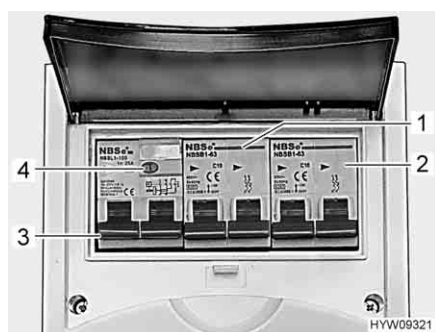

Fig. 100 Interruttore di sicurezza e interruttore automatico FI (scatola dei fusibili a 230 V)
Un interruttore di sicurezza per correnti di guasto (interruttore automatico FI) (Fig. 100,3) nella scatola dei fusibili protegge l'intero veicolo da correnti di guasto (30 mA).
L'interruttore di sicurezza collegato in serie (10 A) (Fig. 100,1) protegge le prese da 230 V, la centralina elettrica, il caricabatteria supplementare e il frigorifero.
Per veicoli con accessori opzionali, p. es. l'impianto di climatizzazione a tetto, un ulteriore interruttore di sicurezza (16 A) (Fig. 100,2) protegge l'apparecchio.
- Se il veicolo è collegato all'alimentazione a 230 V, premere il tasto di controllo (Fig. 100,4). L'interruttore di sicurezza per correnti di guasto (FI) deve scattare.